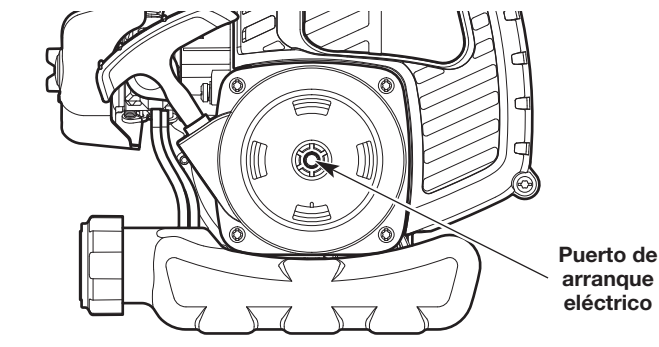

Fig. 14
4. Inserte el accesorio de arranque eléctrico dentro del orificio de arranque eléctrico (Fig. 14).